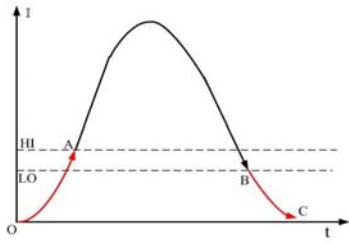

图 1: 电流继电器 1 工作原理
(1) **欠电流继电器 1:** 当检测电流正常时, 继电器 1 吸合, 当电流小于欠电流设定值 L0 时, 继电器 1 触点释放。欠电流继电器 1 的动作和被测电流变化的关系如图 1 所示: 0A、BC 段表示欠电流保护区, 欠电流继电器释放, AB 段欠电流继电器吸合。合理设置
- (3) 保护输出类型为继电器式。
- (4) 自动捕捉被测电流的最大值和最小值并显示。
- (5) 大数码管窗口显示检测的实际电流, 小数码管为设置窗口, 正常时显示欠电流设定值。
- (6) 面板有欠电流指示灯, 内部有报警蜂鸣器。